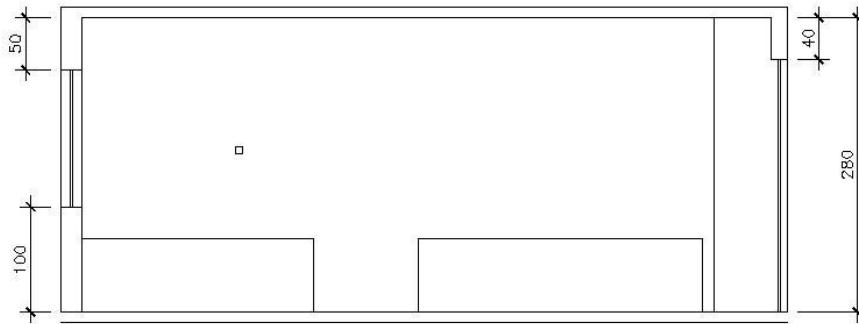

Figura 35 – Corte
14. Eliminamos a parte superior e definimos 10 cm para a laje e para o piso. Use o comando Offset . Conforme figura 35.